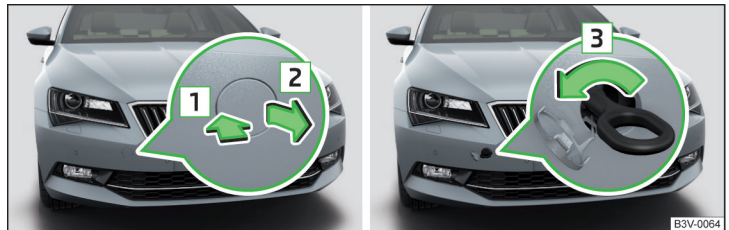

Abb. 251 Ausbau der Abdeckkappe / Einbau der Abschleppöse
- Auf die Abdeckkappe in Pfeilrichtung **1** » Abb. 251 drücken.
- Die Abschleppöse von Hand in Pfeilrichtung **3** » Abb. 251 bis zum Anschlag einschrauben » .